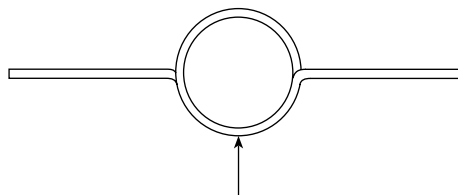

Рис. 11
2. Выньте датчик (если он уже был установлен) и закрепите две пружинных проставки на конец стержня под углом 90° друг к другу и, максимум, на расстоянии 10 мм от конца наконечника (рис. 11 и 12).